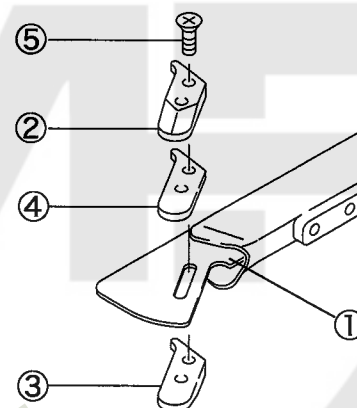

図 24
- 厚みを変える場合、カール防止チップスペーサ④を取り外してください。(図24参照)
- 生地によってはカール防止チップ②③④を取り外した方がよい場合もあります。